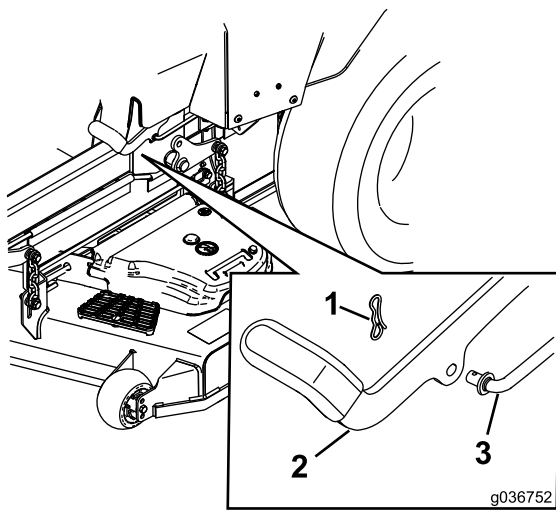

Figura 90
6. Si es necesario un ajuste, quite el freno de estacionamiento. Retire el pasador del eje del acoplamiento del freno (Figura 90).